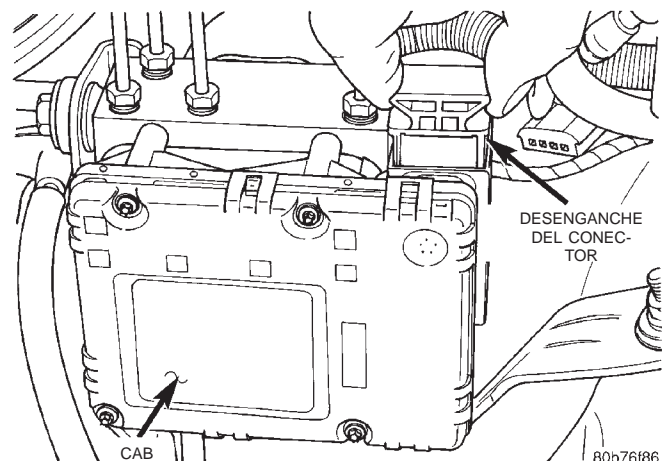

Fig. 4 Desenganche del conector del CAB
- (1) Retire el cable negativo de la batería.
- (2) Retire la caja del depurador de aire. Consulte el grupo 14, Sistema de combustible.
- (3) Tire hacia afuera el desenganche del conector del mazo del CAB y retire el conector (Fig. 4).